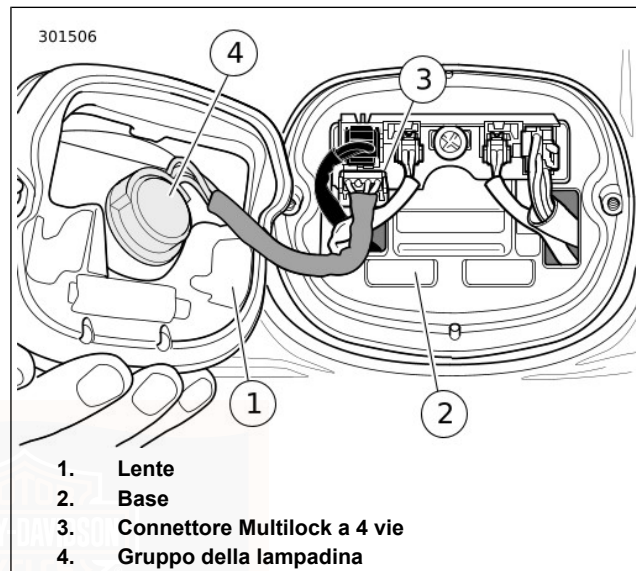

Figura 51. Luce posteriore: stile standard
1. Vedere Figura 51. Accertarsi che il commutatore di accensione sia portato su OFF (spento).